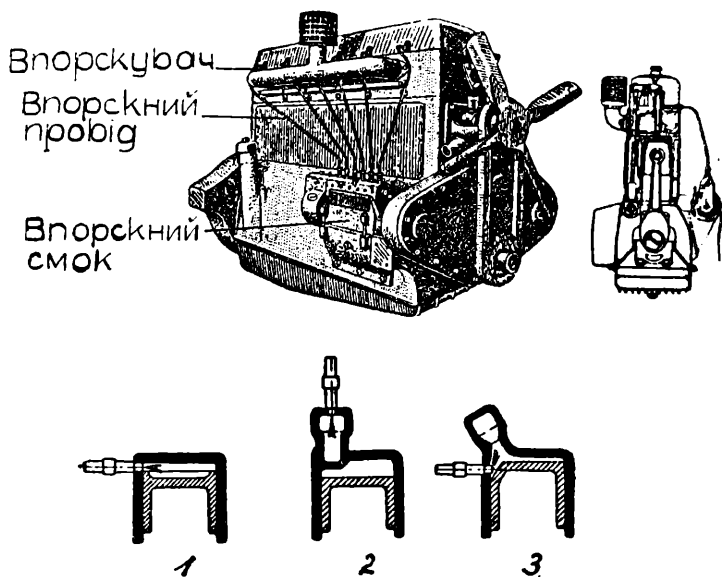

Рис. 36. Рушій Дізеля.
На рис. 36 вгорі валіво бачимо зовнішній вигляд рушія, на право поперечний переріз через циліндер. На перший погляд він зовсім подібний до бензинового рушія, однак при ближнім розгляді знаходимо великі різниці в конструкції, діланню і обслузі.
повітря. Щоб паливо цілковито спалилося, мусить воно добре вимішатися зі стисненням повітрям в циліндрі. Для досягнення цього і для зменшення впускного тиску надається внутрішній стороні голови рушія Дізеля або толокові особливу форму. На рис. 36 (1) бачимо конструкцію з прямим впуском, при чому толочок має відповідне вижлоблення. Рис. (2) представляє конструкцію зі вступною коморою. а рис. (3) конструкцію зі збірничком повітря перед циліндром.